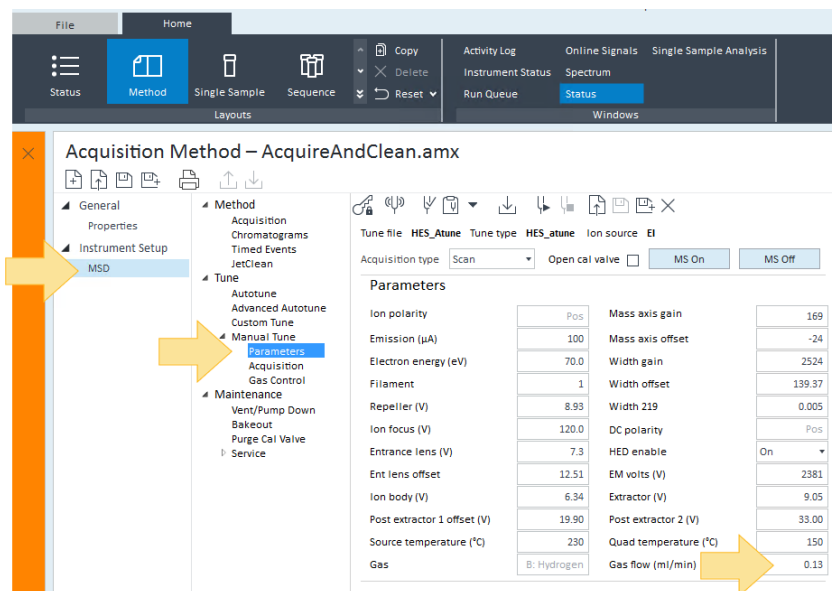

図 35. マニュアルチューニングパラメータ
- b [チューニング] > [マニュアルチューニング] > [パラメータ] を選択し、水素ガス流量パラメータを **0.13** に設定します。測定とクリーニングメソッドを開発するときは、水素流量を最小限に抑えながら、良好な結果が得られるようにすることが重要です。(116 ページの図 35 を参照してください)。